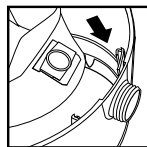

FIGURE 24
33. Faites glisser le déflecteur d'admission comportant le sac filtre dans le guide du déflecteur. **FIGURE 24.**